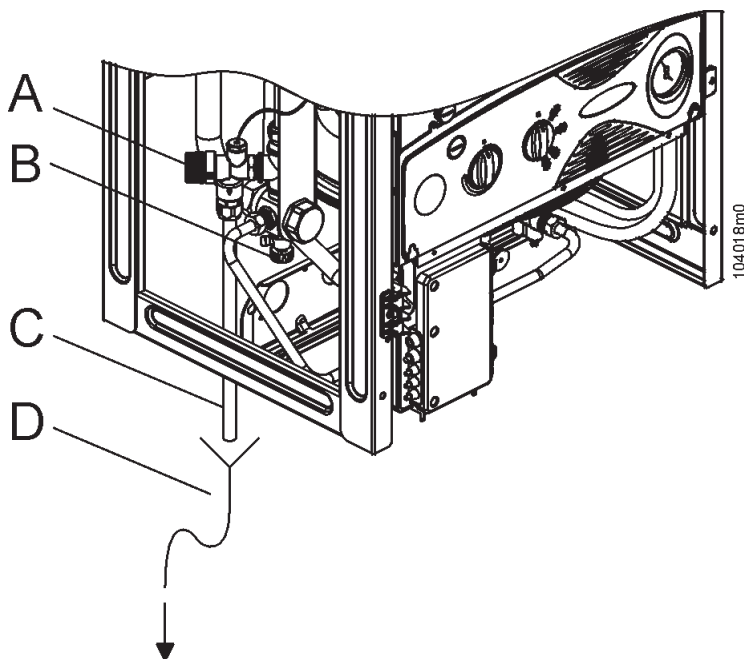

Figura 37 - B = Rubinetto di scarico circuito scambiatore di calore
- collegare al rubinetto di scarico "B" (vedi figura 37) un tubo flessibile di gomma e convogliarlo nello scarico di un lavello o simile;